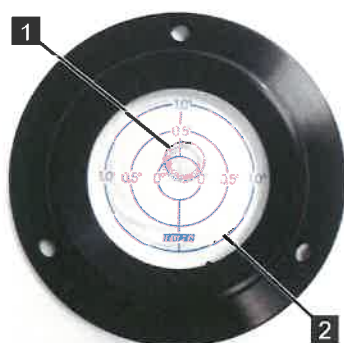

Abb. 116
7. Das Chassis durch Ausrichten der Stützen nach der Dosenlibelle (Abb.116) in waagerechte Position bringen. Die Blase (Abb.116/1) der Dosenlibelle muss sich innerhalb des 1°-Kreises (Abb.116/2) befinden.